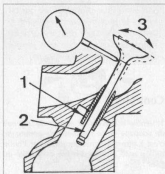

FIG. 43
- Glisser la soupape dans le guide correspondant mais sans l'enfoncer complètement (fig. 43, repères 1 et 2).
- Le toucheau étant en contact (voir le paragraphe correspondant au chapitre "Entretien Courant"), la queue de soupape près de la tête, faire osciller celle-ci latéralement (fig. 43, repère 3) et lire le jeu sur le comparateur. Répéter cette opération plusieurs fois après avoir tourné la soupape. Cette mesure ne correspond pas au jeu réel mais donne une valeur de débattement qui ne doit pas excéder la limite indiquée par le constructeur.